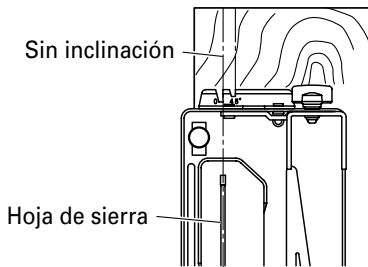
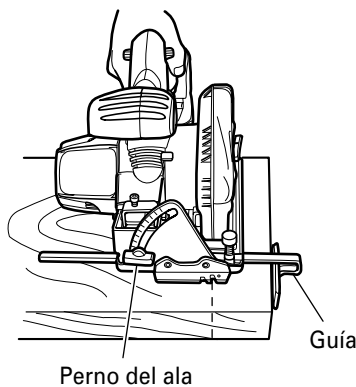
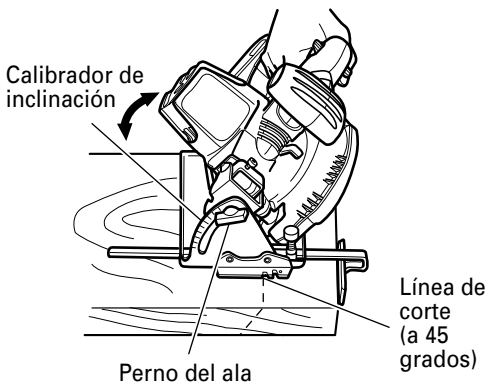

Fig. 12 <Vista superior>
Fig. 13 Sin inclinación
Fig. 14
- (1) Coloque la base sobre el material, alinee la línea previamente marcada y la hoja de la sierra con la muesca de la parte frontal de la base (Fig. 12).
- (2) Si la base no está inclinada, utilice la muesca grande (Fig. 12, Fig. 13).
Si la base está inclinada (45 grados), utilice la muesca pequeña (Fig. 12, Fig. 14).